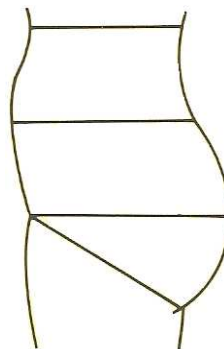

Figure 8 : Forme droite à la taille avec emboîtement ⁽²⁹⁾
- Forme droite à la taille avec emboîtement (enveloppante) : pour femme, abdomen peu bombé (Figure 8) ;